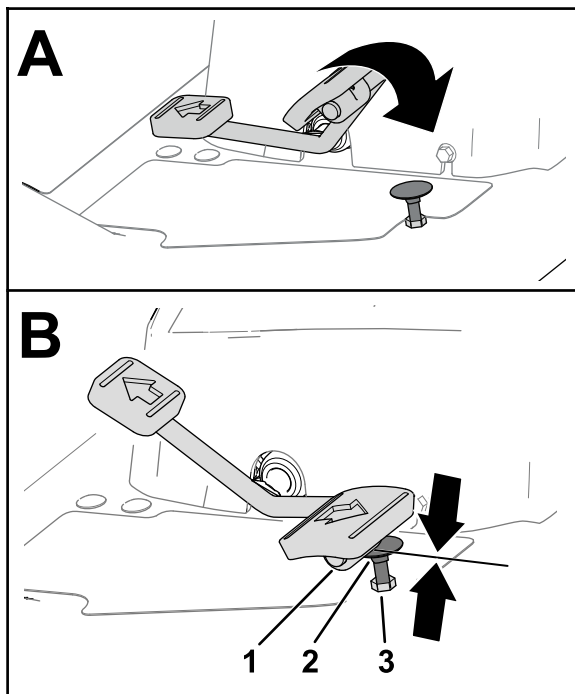
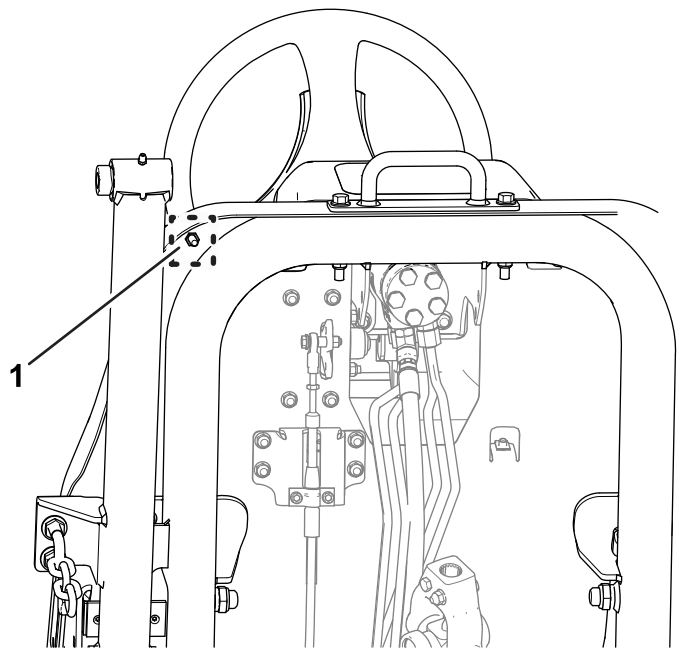

Figure 79
Figure 80
1. Poussez complètement la pédale de déplacement en avant (Figure 79).
- A. Bloquez la butée de la pédale de déplacement (Figure 79) avec une clé.
- B. Desserrez l'écrou de blocage au bas du repose-pied (Figure 80).
- C. Poussez complètement la pédale de déplacement en position avant (Figure 79).
- D. Tout en maintenant la butée de la pédale de déplacement, réglez l'écrou de blocage situé au-dessus du repose-pied (Figure 79) jusqu'à ce que la pédale touche la butée.
- F. Tout en maintenant la butée de la pédale de déplacement, serrez l'écrou de blocage au bas du repose-pied (Figure 79 et Figure 80) à un couple de 37 à 45 N·m.